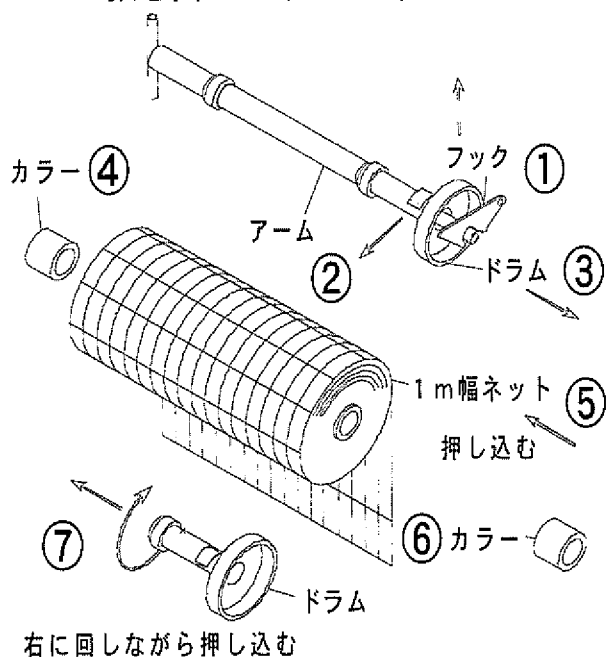

図 1 (1m ネットセット図)
3. アームにネット⑤を図 1 の巻き方で差し込んでください。
4. アームにカラー⑥を入れる。